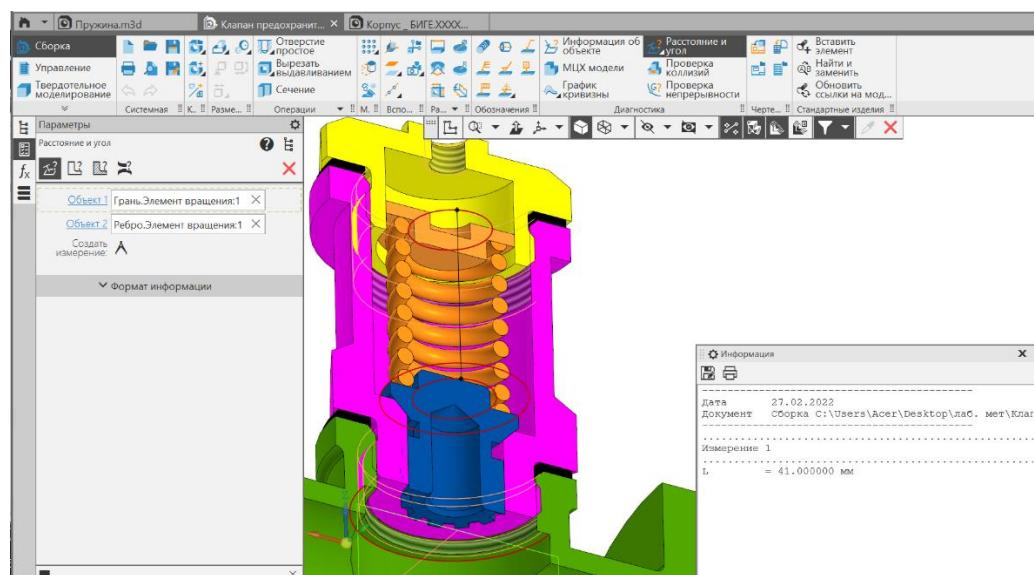

Рис. 31 Проверка длины пружины в сжатом состоянии
- Сборка – Диагностика – Расстояние и угол. Проверить расстояние от фланца Клапана до фланца Тарели (рис. 31).